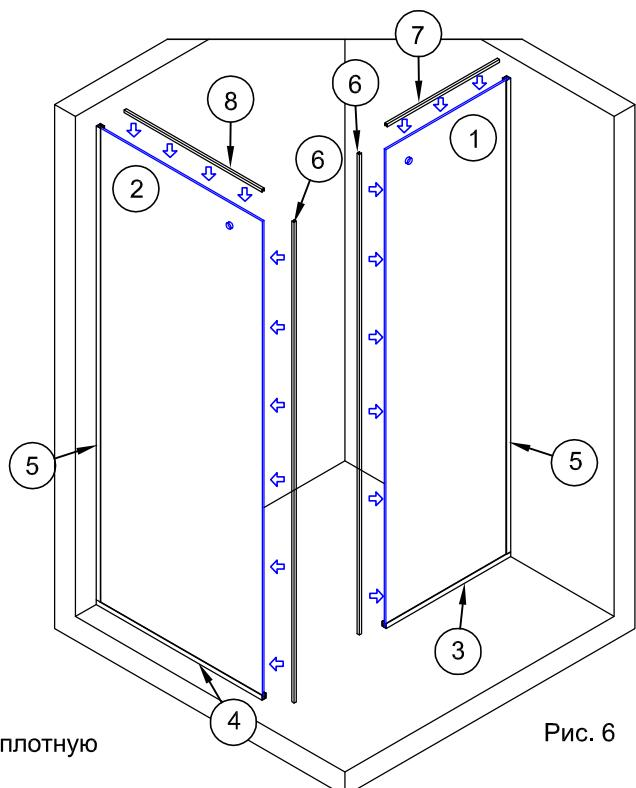

Рис. 6
3.1. В середину профилей №3, №5 и №4, №5 нанести силиконовый герметик. Количество герметика рассчитать на заполнение всех щелей между профилями и стеклом (рис.6).
4.1. В средину профилей №6, №7 и №8 нанести силиконовый герметик. Количество герметика должно быть рассчитано на заполнение всех щелей между профилями и стеклом.(рис.6)
4.2. Установить профили №6 на боковые торцы стеклянных панелей. Нижние торцы профилей №6 вплотную к профилям на полу. Лишний силикон удалить (рис.6).
4.3. Установить профиль №7 на верхний торец панели №1, профиль №8 на верхний торец панели №2. Торцы профилей вплотную к боковым профилям. Лишний силикон удалить (рис.6).